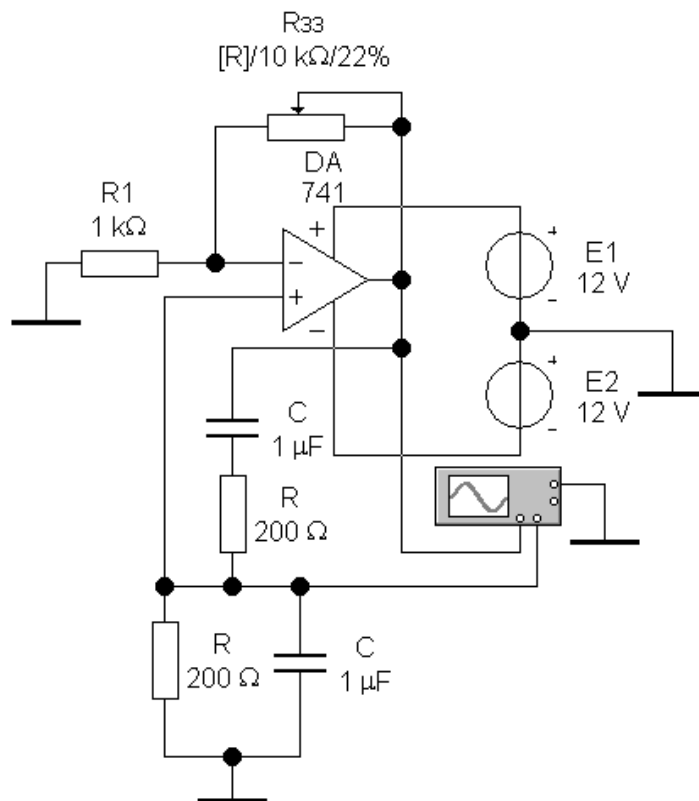

Рисунок 5 – Схема для дослідження RC-генератора на операційному підсилювачі з мостом Віна
- 2.6 Набрати схему для дослідження RC-генератора синусоїдальних коливань на операційному підсилювачі з мостом Віна (рис. 5).